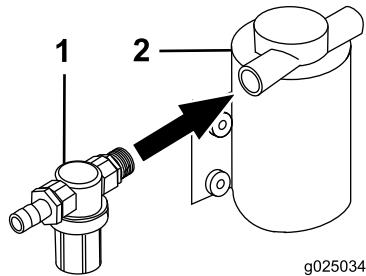

Figura 12
6. Ligue o conjunto do filtro de pressão à bomba de lavagem (Figura 12).